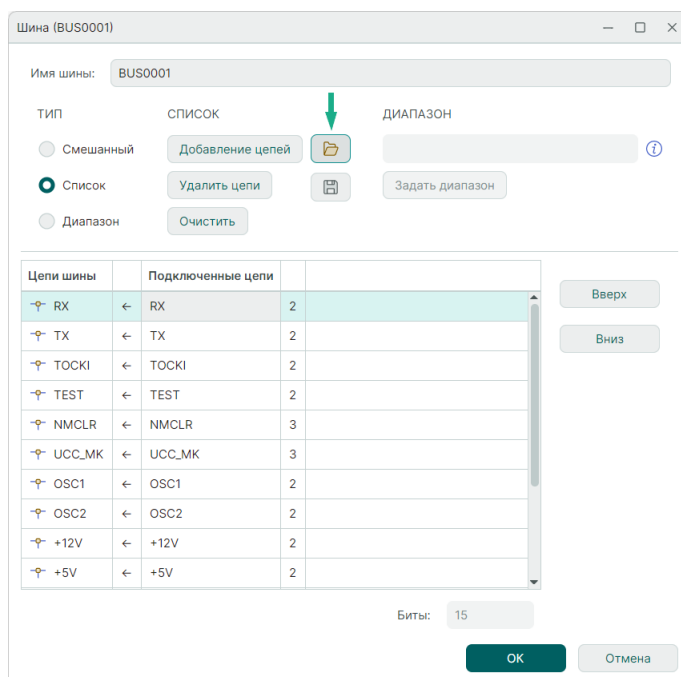

Рис. 201 Импорт списка цепей шины
4. В поле «Список» нажмите , см. Рис. 201.